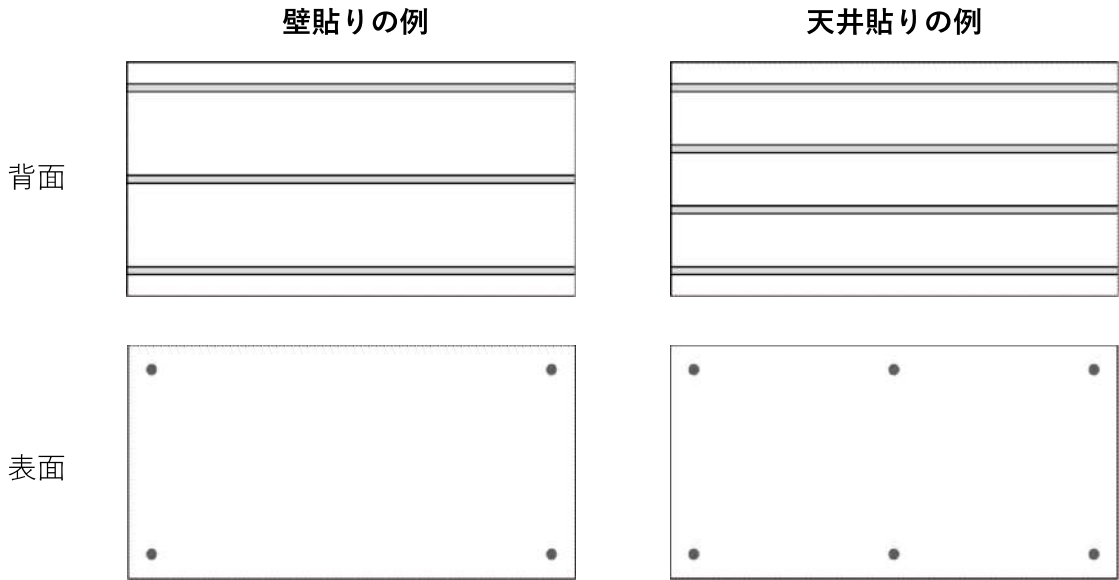

図 3
①HARERU背面所定の位置(図3,4)に接着剤を塗布します。
②下地に貼り合わせ、HARERU背面所定位置（図3,4）にピンタッカーを打ち込みます。